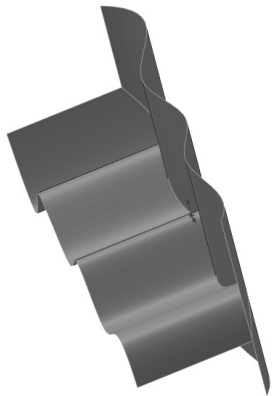

图 9-45 保留选择的剪裁图形 1
3) 单击（确定）按钮，生成剪裁曲面。保留选择的剪裁图形如图 9-45 所示。